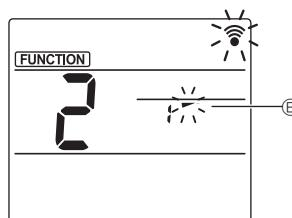

Fig. 3
- ③ Настройка на ъгъла на дефлекtor (Fig. 3) Натиснете бутоните и , за да изберете ъгъла на дефлектора Насочете безжично дистанционно управление към приемателя на вътрешното тяло и след това натиснете бутона .